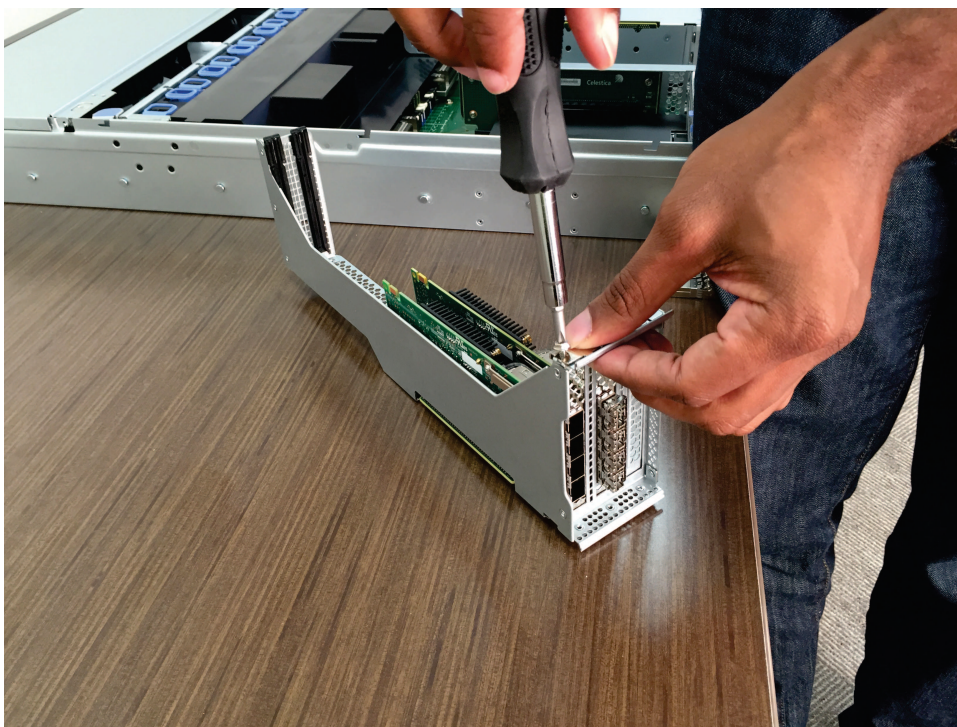

图 159. 将适配器固定到适配器组合件
4. 将适配器牢固地重新连接到适配器组合件，如第 191 页的图 159 中所示。